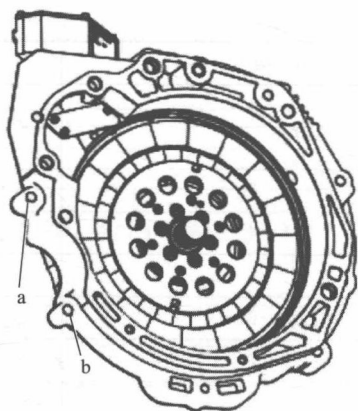

图 1-2-3
(5) 电动机与 CVT 的安装
❶ 先安装两颗定位销（型号为 1000013-A01）到电动机上，再将 CVT 安装到电动机上，将与定位销对应的螺栓装入并预紧，然后再将其余螺栓装入。其中 a、b 号螺栓由电动机端拧入 CVT 变速器，力矩为 $45\text{N} \cdot \text{m} \pm 2\text{N} \cdot \text{m}$ ，其余都是由 CVT 拧到电动机端（图 1-2-3）。
❷ 电动机安装完并完成与整车的装配后，需安装三相线（快插）以及低压接插件。